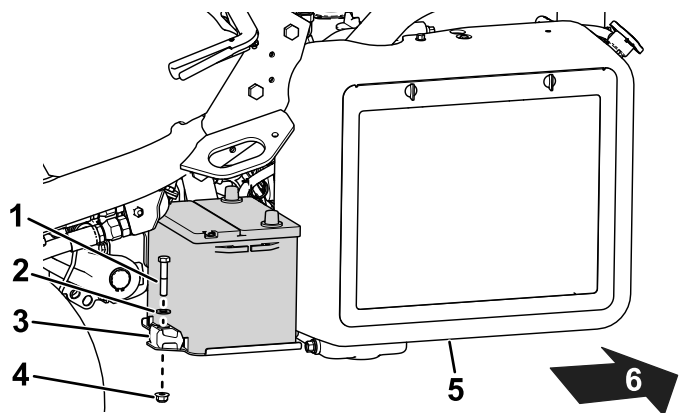

図 42
2. バッテリーをトレイに固定している金具類を外して 図 42バッテリーを機体から外す。
5. バッテリートレイの上にバッテリーを置き、先ほど取り外した固定具で固定する ( 図 42 )。